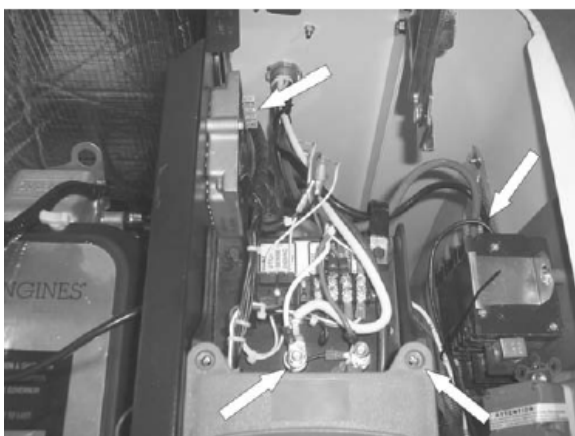

Рисунок 5.
4. Снять провода статора: Снять все провода с регулятора напряжения, снять нейтральный и заземляющий провода с заземляющих язычков, снять провода N1 и N2 с основных автоматов. Смотреть рисунок 5.